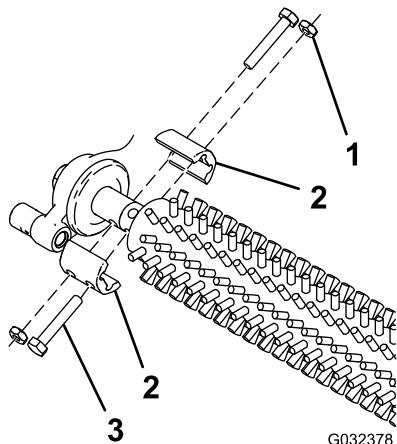

Figura 1
- Retire y guarde los 4 pernos, las contratuerzas y las abrazaderas que sujetan el cepillo groomer a ambos lados de la máquina (Figura 1).